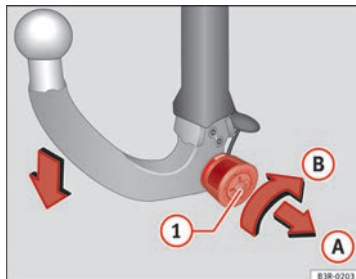
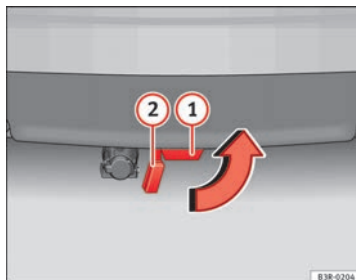

Abb. 163 Abnehmbare Anhängervorrichtung: Kugelstange abbauen
Abb. 164 Hinterer Stoßfänger: Verschlussdeckel einsetzen
- Stecken Sie den Schlüssel in das Schloss ① ⇒ Abb. 163 am Handrad.
- Halten Sie die Kugelstange fest und ziehen Sie das Handrad in Pfeilrichtung ① heraus.
- Drehen Sie das Handrad in gezogener Position bis zum Anschlag in Pfeilrichtung ②.
- Ziehen Sie die Kugelstange nach unten aus dem Aufnahmeschacht ① ⇒ Abb. 164 heraus. Dabei wird der Aufnahmeschacht durch die Verschlussklappe ② automatisch verschlossen.